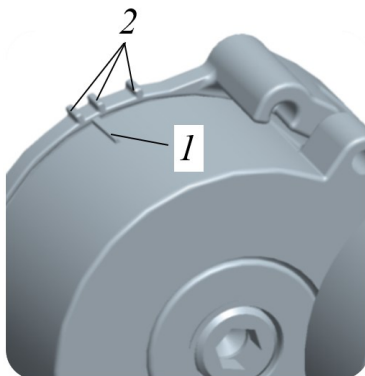

Рисунок 5.23. Процедура проверки натяжения ремня
- 2) В рабочем положении метка поворотного корпуса 1 должна находиться внутри зоны трех меток неподвижного корпуса 2. При выходе из зоны ремень следует заменить (рис. 5.23).